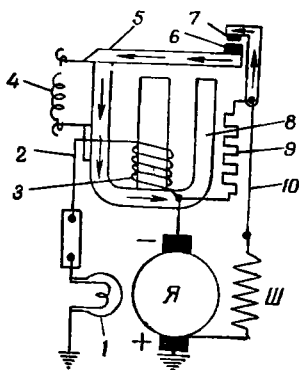

Рис. 67. Схема ограничителя тока генератора.
**Ограничитель тока** не позволяет току генератора превысить расчетную величину и работает по тому же принципу, что и регулятор напряжения, но отличается от него включением обмотки электромагнита. Обмотка 3 (рис. 67) включена последовательно между генератором Я и внешней цепью 1 и состоит из небольшого числа витков толстой проволоки.